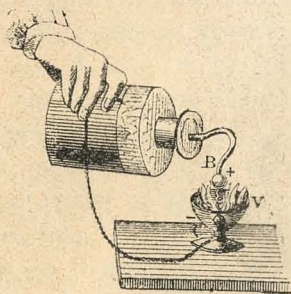

Fig. 184.—Inflamación del éter.
*Efectos caloríficos.* — La chispa eléctrica puede inflamar las substancias volátiles, por ejemplo, el éter (fig. 184). Cuando la descarga eléctrica atraviesa algunas hojas metálicas muy delgadas, puede volatilizarlas y fijar las partículas metálicas sobre los objetos que están en contacto, (*experimento del retrato de Franklin*).